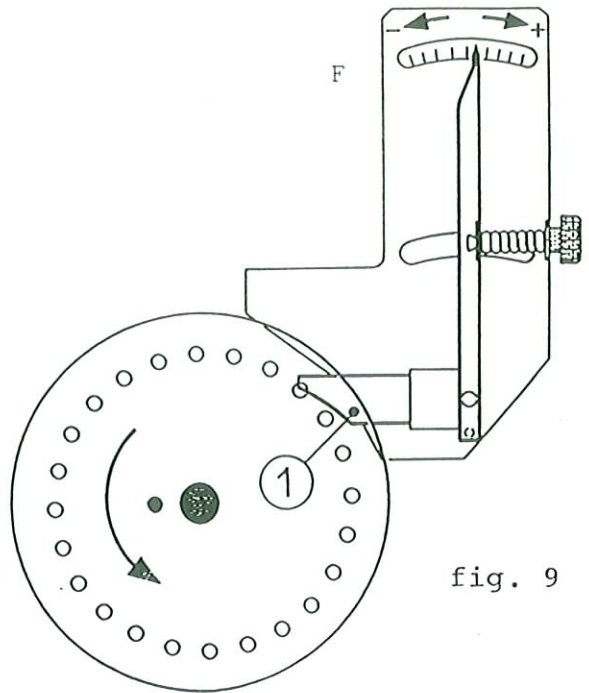

fig. 9
El selector (F) (Fig. 8) lleva un índice móvil con una escala graduada. Moviendo el índice se manda un cursor que roza el disco cerca de los agujeros, provocando la caída de las semillas aspiradas en exceso. El selector se regula a cada cambio de semillas y disco, hacia los números bajos (-) para semillas pequeñas y viceversa (+) para semillas grandes (Fig.9).